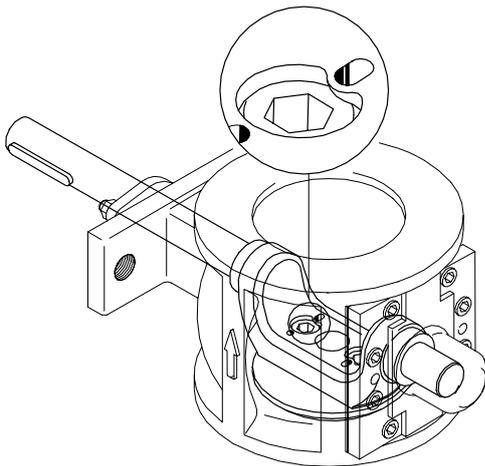

Fig.6-13.1 Montage DN 40-250
2. **DN 40-250:** A l'arrière du secteur sphérique, verrouiller les têtes de vis à l'aide d'un poinçon. Il est recommandé d'utiliser les perçages existants pour cette opération (→ Fig. 6-13.1).
2. **DN 40-250:** Bloquer les vis à l'arrière du support axe avec un pointeau. Il est recommandé d'utiliser les marques prévues à cet effet. (→ Fig. 6-13.1).